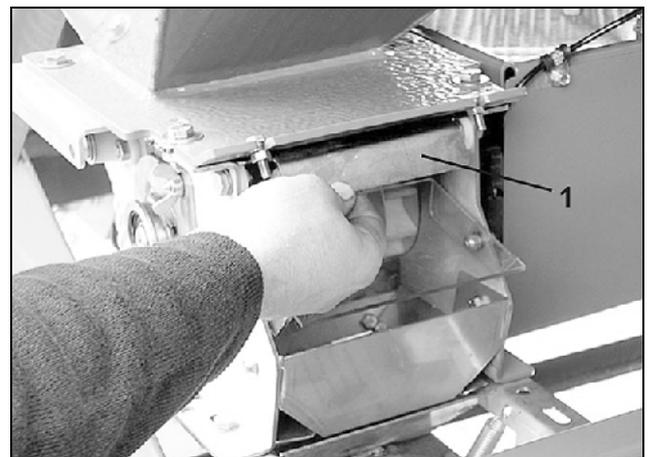

Fig. 114
- La section de passage est ouverte lorsque la trappe est sortie de l'unité de dosage, comme illustré sur la figure (Fig. 114/1).